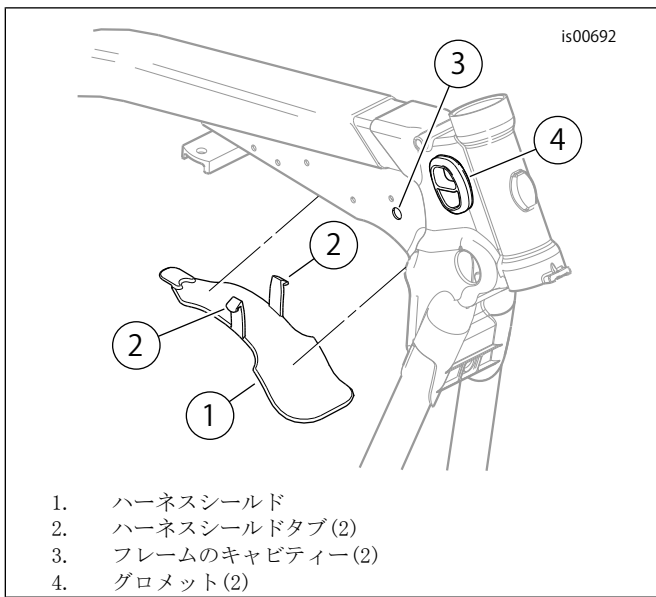

図1。ハーネスシールド取り外し
5. 「図1」を参照。フレーム両側にあるキャビティー(3)からタブ(2)を外し、シールド(1)を取り外す。
15. 「図1」を参照。組み立てた右ターニングナルコネクタを、外側からフレームの右側のグロメット(4)を通してステアリングヘッドの後方に送る。組み立てた左側のコネクタをフレーム左のグロメットから送る。